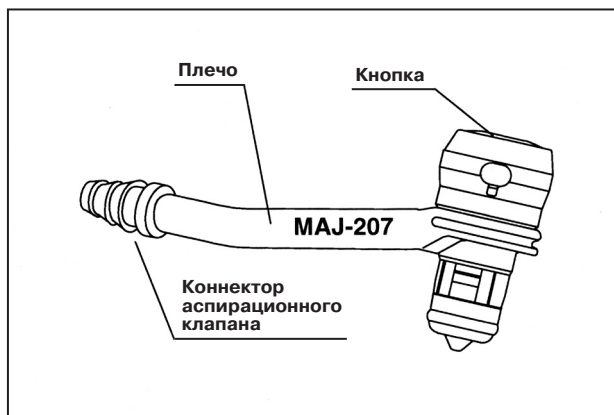

Рис. 3.4
1. Проверьте аспирационный клапан на предмет наличия трещин и других повреждений (см. рис. 3.4).